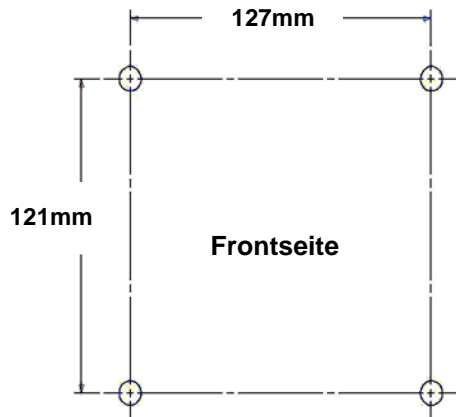
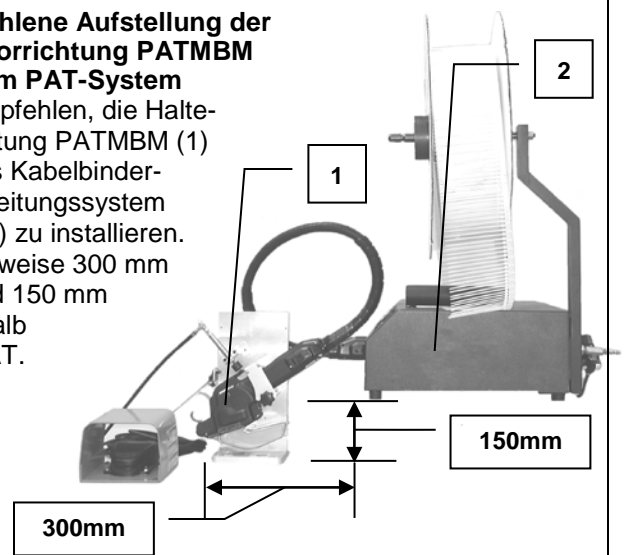

Bild 2: Abmessungen für die Montage der Haltevorrichtung PATMBM
Bild 3: Empfohlene Aufstellung der Haltevorrichtung PATMBM mit dem PAT-System
**Montage** Befestigen Sie die Grundplatte (1) gemäß Bild 2 auf dem Arbeitstisch. Wir empfehlen, die Haltevorrichtung PATMBM in Verbindung mit das PAT-System so aufzustellen, wie es in Bild 3 dargestellt ist.